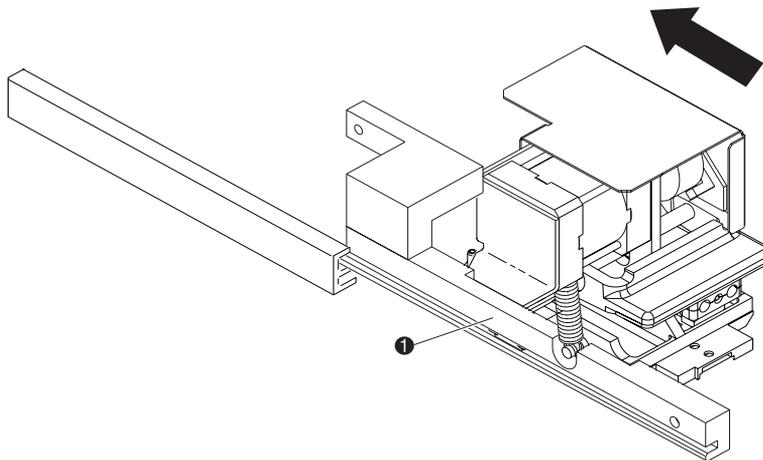

Figura 4-23: Reinstalación de la sujeción del asidero
1. Tire hacia usted del asidero (consulte la Figura 4-23).
2. Inserte la sujeción del asidero **1** en la guía transportadora para que se sitúe en la misma posición que en la Figura 4-23.